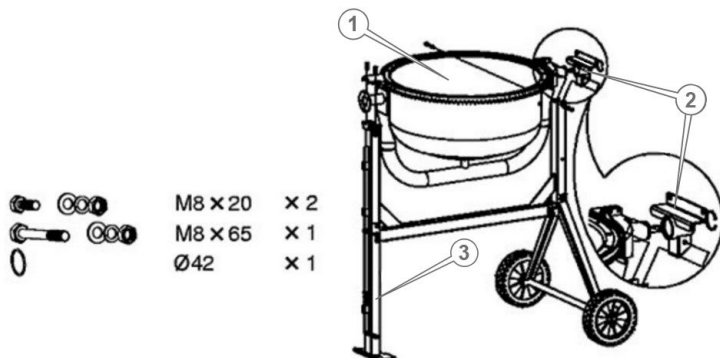

Рисунок 15. Схема встановлення нижньої частини змішувального барабана на раму моделей «БМ-160-ЗНН», «БМ-180-ЗНН».
4. Встановити нижню частину барабана із опорним важелем на зібрану опорну стійку з рамою, та зафіксувати болтами (рис. 15).